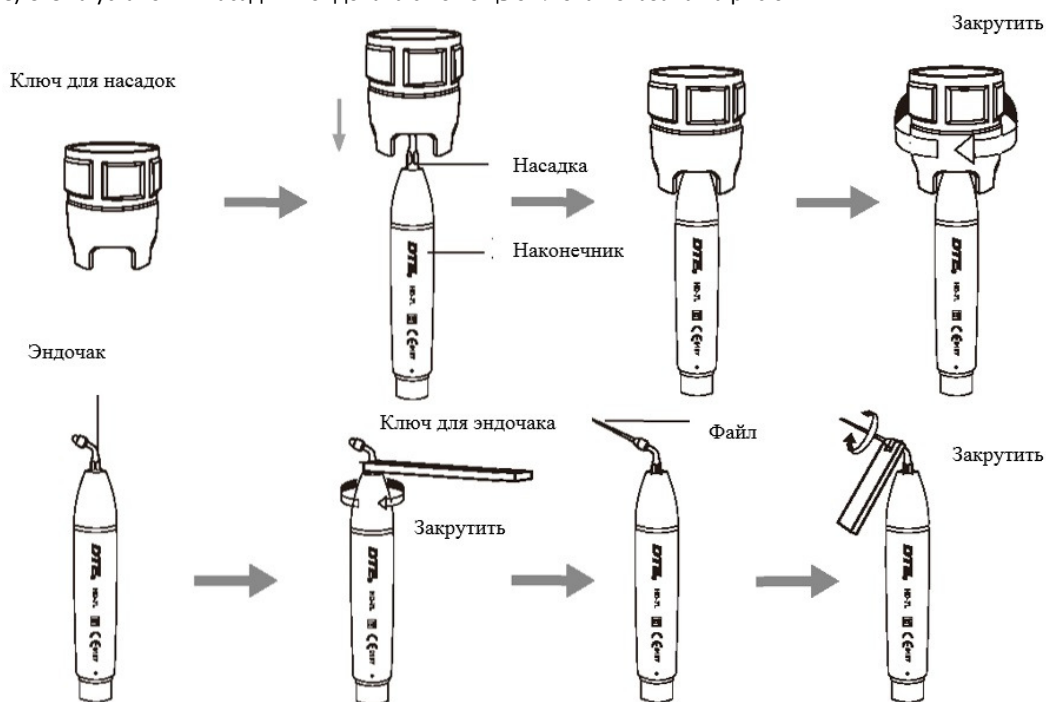

Рисунок 6
е) Схема установки насадки и эндочака с помощью ключа показана на рис.6.
- з) Выберите нужную насадку для удаления зубного камня и плотно прикрутите ее на наконечник с помощью ключа для насадок (рис.6).
2.1.3. Инструкция по применению ключа для насадок (показан на рис. 6)
1) Вставьте насадку для удаления зубного камня в ключ для установки насадок; действуйте в соответствии с рис. 6.
а) Установите эндочак на наконечник с помощью ключа для эндочаков (См. рис. 6).
| Насадка для удаления зубного камня не вибрирует, но при нажатии на педальный переключатель есть поступление воды | Слабое крепление насадки.                         | Плотно прикрутите насадку на наконечник (Рис. 6).        |